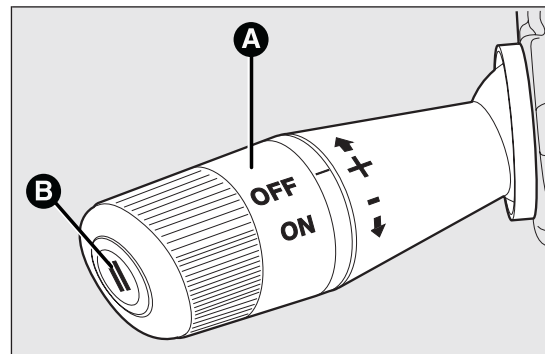

fig. 52
- ruotare la ghiera A fig. 52 su ON e premendo il pedale dell'acceleratore portare il veicolo alla velocità desiderata;
- premere il pulsante B fig. 52.
- premendo il pulsante B fig. 52 quando il dispositivo sta regolando la velocità (per versioni/mercati, dove previsto);
- premendo il pedale dell'acceleratore; in questo caso il sistema non viene disattivato effettivamente ma la richiesta di accelerazione ha precedenza sul sistema; il cruise control rimane comunque attivo, senza necessità di premere il pulsante B fig. 52 per ritornare alle condizioni precedenti una volta conclusa l'accelerazione.